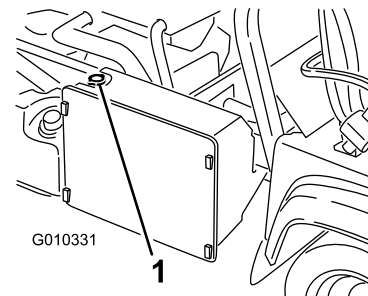

Figura 70
3. Retire o tampão do radiador (Figura 70).
4. Retire o tampão do depósito secundário (Figura 70).
7. Tape o radiador e instale o tampão (Figura 70).